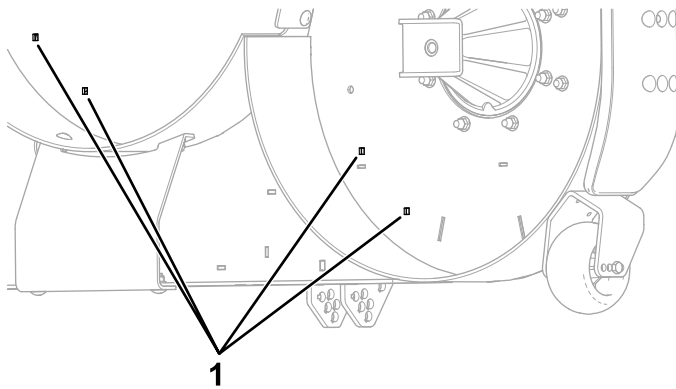

Figura 5
1. Rimuovete i 4 tappi dal soffiatore dal piatto di taglio (Figura 5).